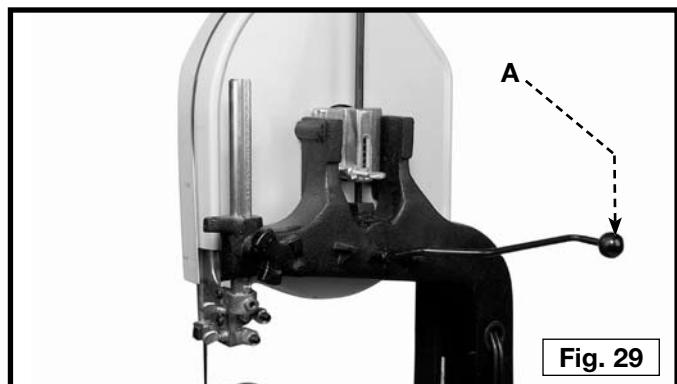
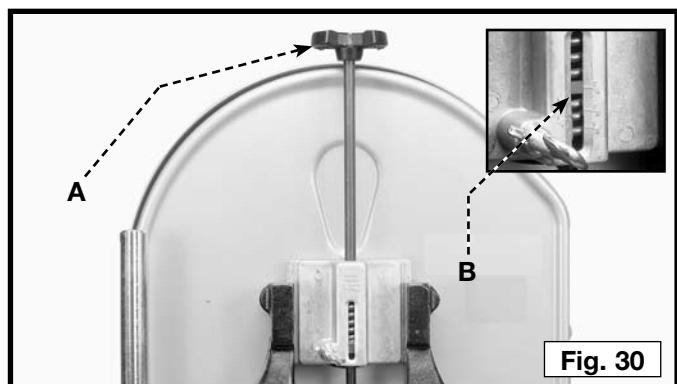

Fig. 29
Fig. 30
L'appareil est doté d'un levier de tensionnement (A) fig. 28. Pour tendre la lame, déplacer le levier (A) fig. 28, vers l'arrière. Pour détendre la lame, le déplacer (A) fig. 29, vers l'avant.
Pour ajuster la tension de la lame, déplacer le levier de tensionnement vers l'arrière (fig. 29). On retrouve une échelle sur le support coulissant de la roue supérieure. Les graduations de l'échelle indiquent la tension correcte pour des lames de différentes largeurs. Avec la lame sur la roue, tourner le bouton (A) fig. 30, pour éléver ou abaisser la roue jusqu'à ce que la rondelle de plastique rouge (B) fig. 30, s'aligne sur la graduation appropriée pour la taille de la lame utilisée.